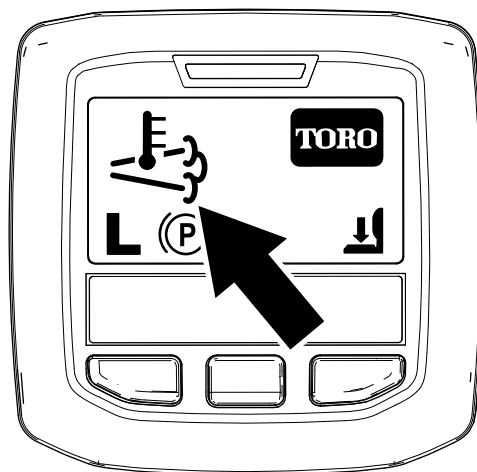

Figura 37
- O ícone da temperatura de escape elevada surge no InfoCenter (Figura 37).